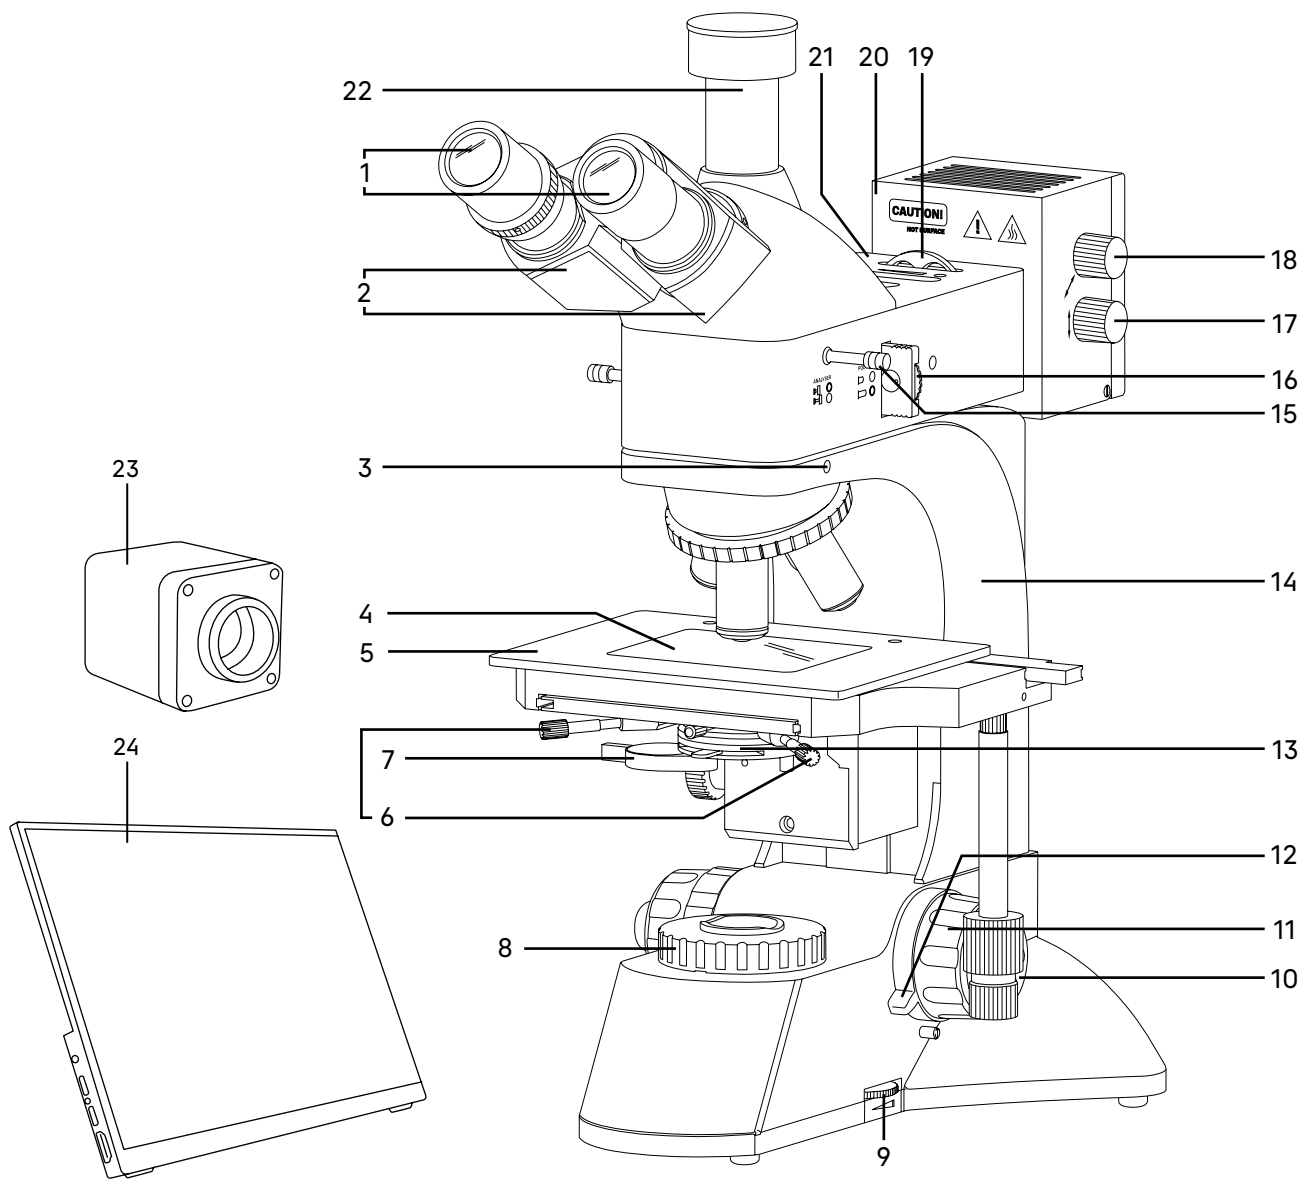
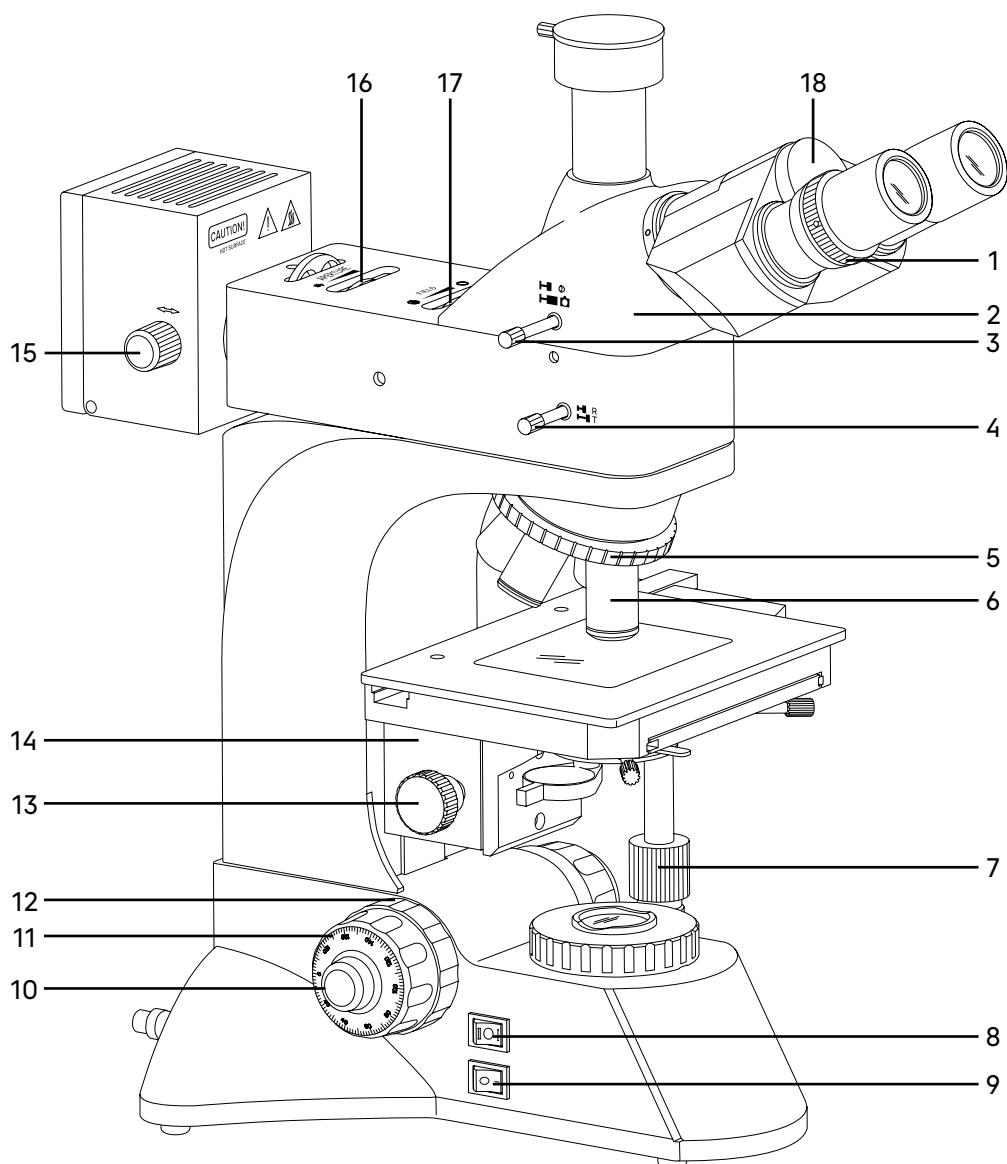

Рис. 1. Микроскоп MAGUS Metal D600 LCD. Вид справа
Рис. 2. Микроскоп MAGUS Metal D600 LCD. Вид слева
Общий вид микроскопа представлен на рис. 1, 2 и 3.
На штативе 14 (рис. 1) закреплены:
- револьверное устройство 5 (рис. 2) с объективами 6 (рис. 2);
- предметный столик 5 (рис. 1);
- кронштейн конденсора 14 (рис. 2).
На левой боковой поверхности основания расположен выключатель электропитания 9 (рис. 2). В положении «—» включается, а в положении «0» выключается сетевое напряжение.
Также на левой боковой поверхности основания расположен переключатель осветителя проходящего/отраженного света 8 (рис. 2). В положении «I» включается осветитель проходящего света, а в положении «II» включается осветитель отраженного света.
На правой боковой поверхности основания расположен диск регулировки яркости осветителя 9 (рис. 1).
Фокусировка на объект осуществляется перемещением по высоте предметного столика 5 (рис. 1). Грубая фокусировка производится вращением коаксиальных рукояток 11 (рис. 1 и 2), расположенных по обеим сторонам штатива.
Тонкая фокусировка производится вращением рукояток 10 (рис. 1 и 2), расположенных по обеим сторонам штатива. Тонкая фокусировка требуется для более точной фокусировки на объект и для подфокусировки микроскопа на резкость изображения при смене объективов.
Механизм регулировки жесткости хода грубой фокусировки 12 (рис. 2) – кольцо между штативом и рукояткой грубой фокусировки с левой стороны. С помощью кольца регулируется жесткость хода грубой фокусировки таким образом, чтобы жесткость была комфортной для пользователя, но при этом предметный столик не опускался самопроизвольно во время работы.
Механизм блокировки грубой фокусировки 12 (рис. 1) расположен с правой стороны. После завершения грубой фокусировки рекомендуется перевести рычаг в крайнее положение в направлении по часовой стрелке. Благодаря этому закрепится положение грубой фокусировки для быстрой рефокусировки после смены объекта.
Насадка 2 (рис. 2) обеспечивает визуальное наблюдение изображения объекта.
Изменение межзрачкового расстояния в насадке осуществляется разворотом окулярных тубусов 2 (рис. 1) в пределах 48–75 мм. Значение расстояния, установленного в соответствии с глазной базой наблюдателя, отсчитывается по шкале на визуальной насадке 18 (рис. 2).
Механизм диоптрийной подвижки на левом окулярном тубусе служит для компенсации аметропии глаз наблюдателя. Регулировка осевого положения окуляра производится кольцом 1 (рис. 2). Второй окулярный тубус насадки неподвижный.
В вертикальный тубус 22 (рис. 1) корпуса визуальной насадки (канал визуализации) для фиксации камеры (видеоокуляра) устанавливается переходник C-mount. Камера служит для вывода изображения на экран компьютера или монитор/телевизор. Переключение светового потока на вертикальный тубус производится рукояткой 3 (рис. 2). Рукоятка имеет два положения: 100/0 и 0/100.
В комплект микроскопа входят окуляры 1 (рис. 1). Окуляры имеют высокое положение выходного зрачка и предназначены для работы как в очках, так и без них.
Револьверное устройство 5 (рис. 2) обеспечивает установку пяти объективов 6 (рис. 2). Смена объективов производится вращением револьверного устройства за рифленую поверхность до фиксированного положения.
Двухкоординатный предметный столик 5 (рис. 1) обеспечивает перемещение объекта в двух взаимно перпендикулярных направлениях с помощью рукояток 7 (рис. 2), расположенных на одной оси.
Размеры предметного столика 210 мм x 140 мм. Диапазон перемещения предметного столика составляет 75 мм по оси X и 50 мм по оси Y. Стеклоплатная прозрачная вставка в предметный столик 4 (рис. 1) обеспечивает возможность работы с прозрачными и полупрозрачными объектами.
Конденсор 13 (рис. 1) установлен в кронштейн 14 (рис. 2) под предметным столиком микроскопа. Тип крепления конденсора – «под винт». Перемещение конденсора вдоль оптической оси микроскопа осуществляется с помощью рукоятки перемещения кронштейна конденсора 13 (рис. 2), расположенной слева от наблюдателя под столиком микроскопа. Диапазон перемещения конденсора – не менее 13 мм.
Центрировка конденсора в оптической оси осуществляется двумя винтами 6 (рис. 1).
Апертурная диафрагма регулируется (открывается/закрывается) рукояткой на конденсоре 13 (рис. 1). Для достижения наилучшего качества изображения рекомендуется прикрывать апертурную диафрагму конденсора светлого поля приблизительно на 1/3 диаметра выходного зрачка объектива.
К корпусу конденсора светлого поля снизу крепится оправа с откидной линзой 7 (рис. 1), которая используется для улучшения освещения и получения более четкого изображения объекта. При работе с объективом малого увеличения 4x рекомендуется вводить ее в ход лучей.
Питание лампы осуществляется от сети переменного тока через источник электропитания, расположенный внутри штатива. Включение осветителя осуществляется с помощью выключателя 9 (рис. 2) и переключателя 8 (рис. 2). Регулировка яркости осуществляется диском 9 (рис. 1).